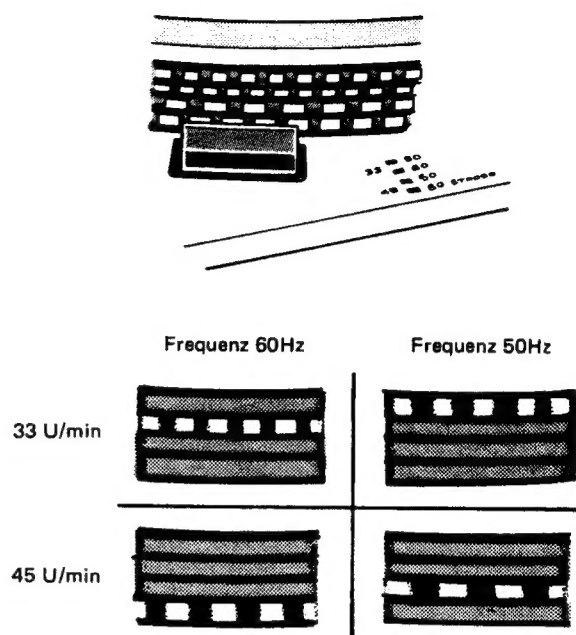

Abb. 19
4. Wenn sie nach rechts wandern, rotiert der Plattenteller langsamer als mit der Nenndrehzahl. Den Drehzahl-Feinregler für 33er Platten in Richtung minus (-), d.h. gegen den Uhrzeigersinn drehen, bis die Strobomarkierungen stillstehen (Abb. 19).
Wenn sie nach links wandern, rotiert der Plattenteller schneller als mit der Nenndrehzahl. Den Drehzahl-Feinregler für 33er Platten in Richtung minus (-), d.h. gegen den Uhrzeigersinn drehen, bis die Strobomarkierungen stillstehen (Abb. 19).
5. Dann den Drehzahlwähler für 45er Platten drücken und unter Beobachten der Strobomarkierungen die Feineinstellung für die Drehzahl 45 U/min auf gleiche Weise vornehmen (Abb. 19).